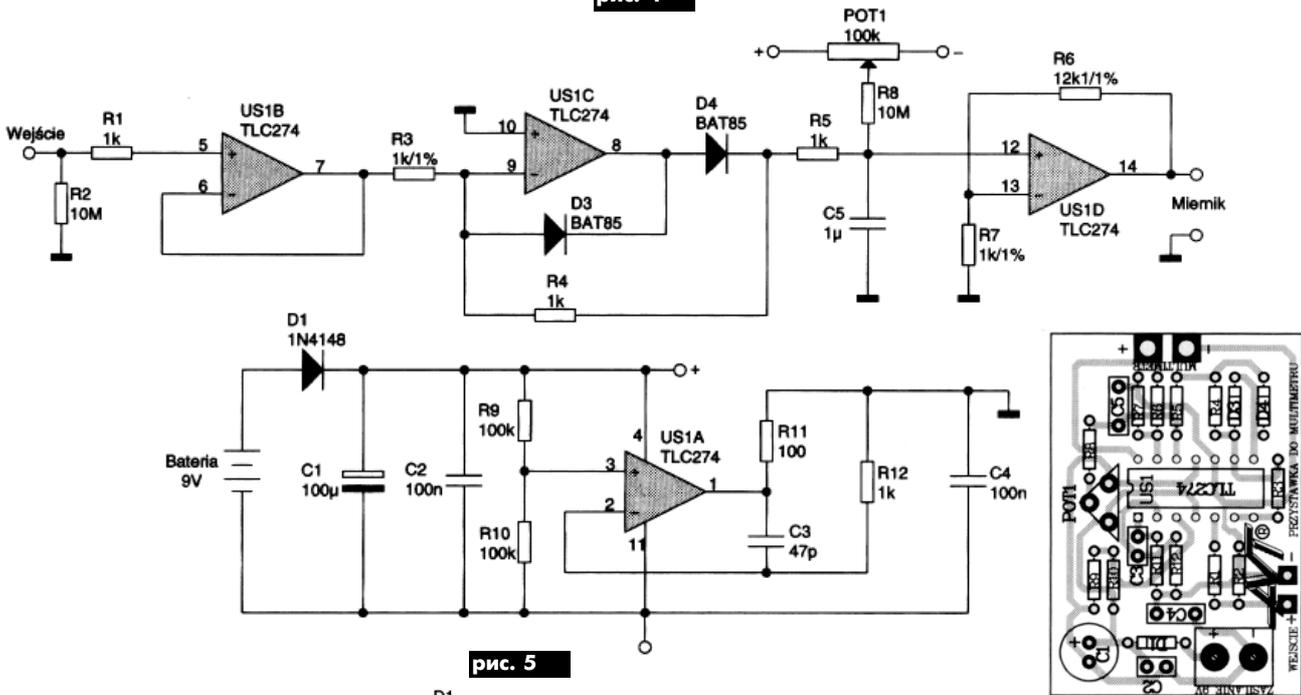
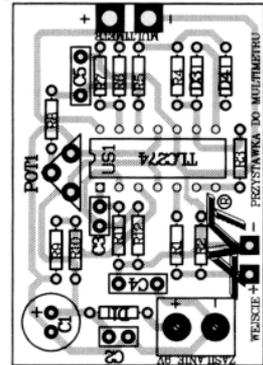

рис. 5
рис. 6
**“Приставка-измеритель АС к мультиметру”** К. Горского (“Elektronika praktyczna”, 9/2002, с.84) расширяет возможности цифрового мультиметра при измерении АС в пределах 0...1000 мВ в частотном диапазоне 400 Гц...40 кГц. Основу устройства (рис.5) составляют четыре ОУ типа TLC274 или счетверенная ИМС TL074С. Монтаж устройства на печатную плату (рис.6) особых трудностей не представляет. Установка нуля осуществляется потенциометром POT1, в схеме лучше использовать резисторы с допуском не более 1%. Для удобства пользования измерителем лучше использовать оригинальные щупы и провода.